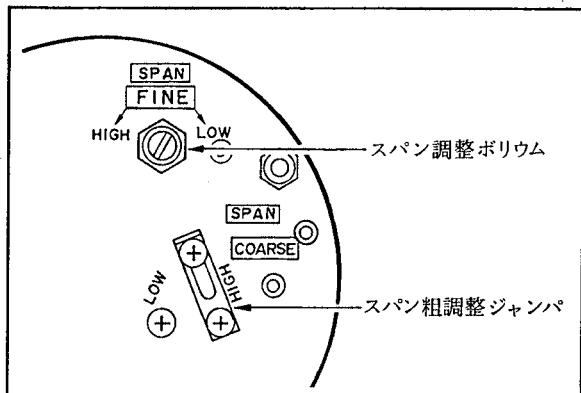
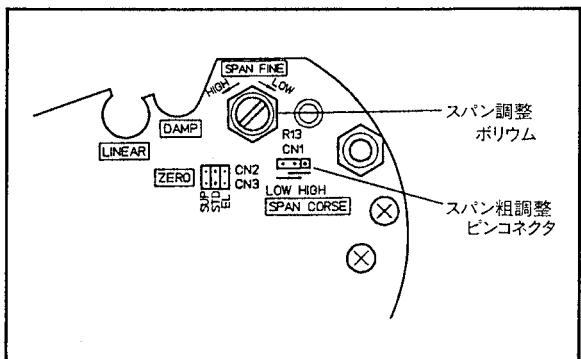

図6.2.1 スパン調整部(I形アンプユニット)
図6.2.2 スパン調整部(II形アンプユニット)
- スパン粗調整ジャンパ(またはピンコネクタ)をHIGHの位置に固定します(図6.2.1および図6.2.2参照)。
- (2) スパン粗調整ジャンパ(またはピンコネクタ)を、HIGHまたはLOWのいずれかに固定します(図6.2.1および図6.2.2参照)。